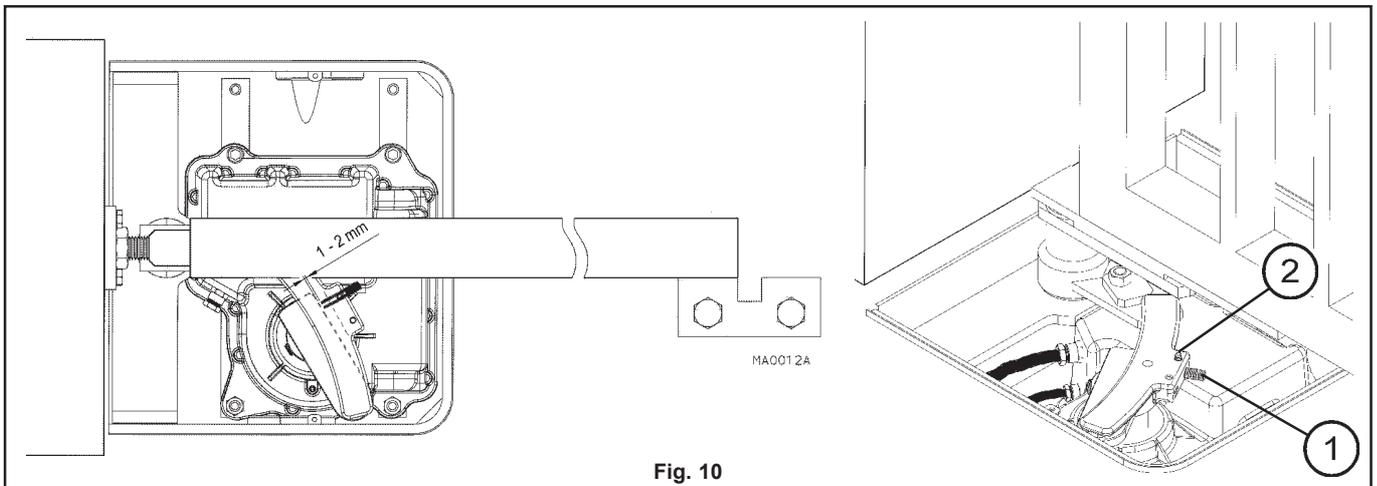

Fig. 10
- Avvitare il grano (1 fig. 10) sulla biella di collegamento fino a farlo sporgere dall'altro lato.
- Regolare il grano in modo che, quando l'anta va ad appoggiarsi alla battuta esterna di arresto meccanico in chiusura, ci siano circa 2 mm di luce tra il grano e la leva motore (fig. 10).
- Una volta definita la posizione bloccare il grano finecorsa mediante un secondo grano più corto (2 fig. 10).
- Screw the dowel (1 fig. 10) on to the connection rod until it protrudes on the other side.
- Adjust the dowel so that, when the door rests on the outer edge of the mechanical stop on closure, there are approximately 2mm between the dowel and the motor lever (Fig. 10).
- Once the position has been defined, block the limit switch dowel using a second, shorter dowel. (2 fig. 10).
- Schrauben Sie den Gewindestift (1 Abb. 10) auf der Treibstange fest bis diese auf der anderen Seite hervorragt.
- Wenn die Position bestimmt wurde, ist der Gewindestift mit einer zweiten kürzeren Schraube (2 Abb. 10) zu fixieren.